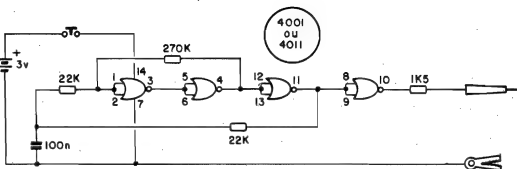

Fig.1
- FIG. 1 - O CIRCUITO - Nada poderia ser mais simples: um único, comum e barato Integrado C.MOS 4001 (ou 4011), no qual os primeiros 3 gates (pinos 1-2-3, 4-5-6 e 11-12-13) estabelecem um oscilador de excelente estabilidade.